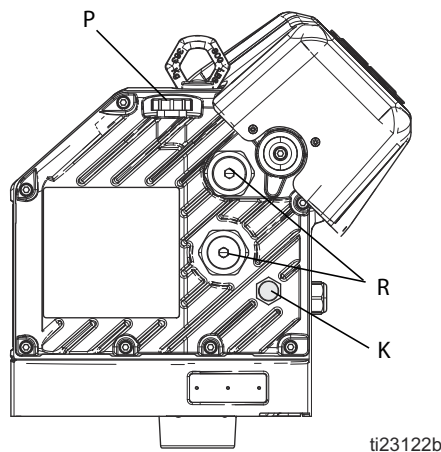

Рис. 9: Смотровое стекло и крышка заливного отверстия
3. Откройте крышку заливного отверстия (P) и долейте бессиликоновое синтетическое трансмиссионное масло EP от компании Graco, соответствующее стандарту ISO 220 (артикул 16W645). Проверьте уровень масла через смотровое стекло (K). (См. Рис. 9.) Заполняйте бак до тех пор, пока уровень масла не достигнет средней точки смотрового стекла. Вместимость масляного бака составляет приблизительно 0,9 – 1,1 л (1,0 – 1,2 кварты). **Не переполняйте бак.**
4. Установите крышку маслозаливного отверстия (P) на место.
Проверьте уровень масла через смотровое стекло (K). (См. Рис. 9.) Когда краскораспылитель не работает, уровень масла должен быть около средней точки смотрового стекла. Если уровень масла является низким, откройте крышку заливного отверстия (P), и долейте бессиликоновое синтетическое трансмиссионное масло EP от компании Graco, соответствующее стандарту ISO 220 (артикул 16W645). См. раздел Рис. 9.
См. раздел Рис. 9. Предварительные нагрузки шарикоподшипников (R) устанавливаются на заводе и не регулируются пользователем. Запрещается изменять предварительные нагрузки подшипников.